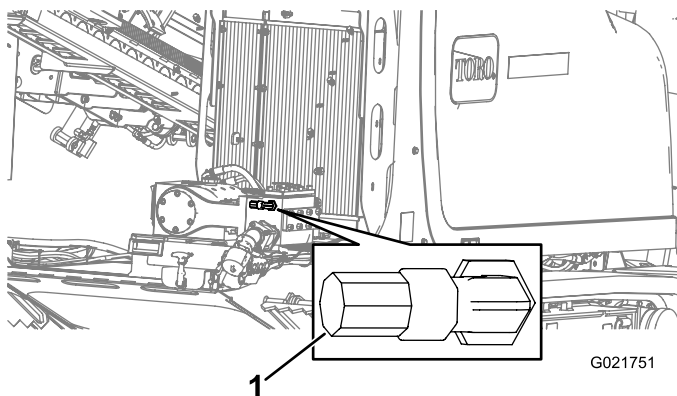

**Figure 157**
5. Branchez le tuyau d'arrosage auxiliaire au raccord (Figure 157).